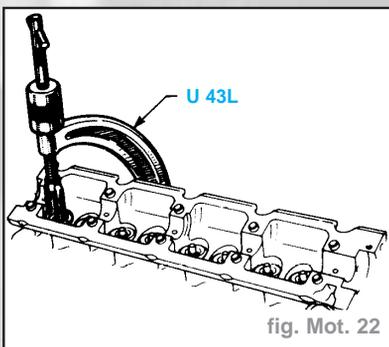

fig. Mot. 22
- Déposer les soupapes, comprimer les ressorts de soupapes avec l'outil **Facom U 43L** (fig. Mot. 22).